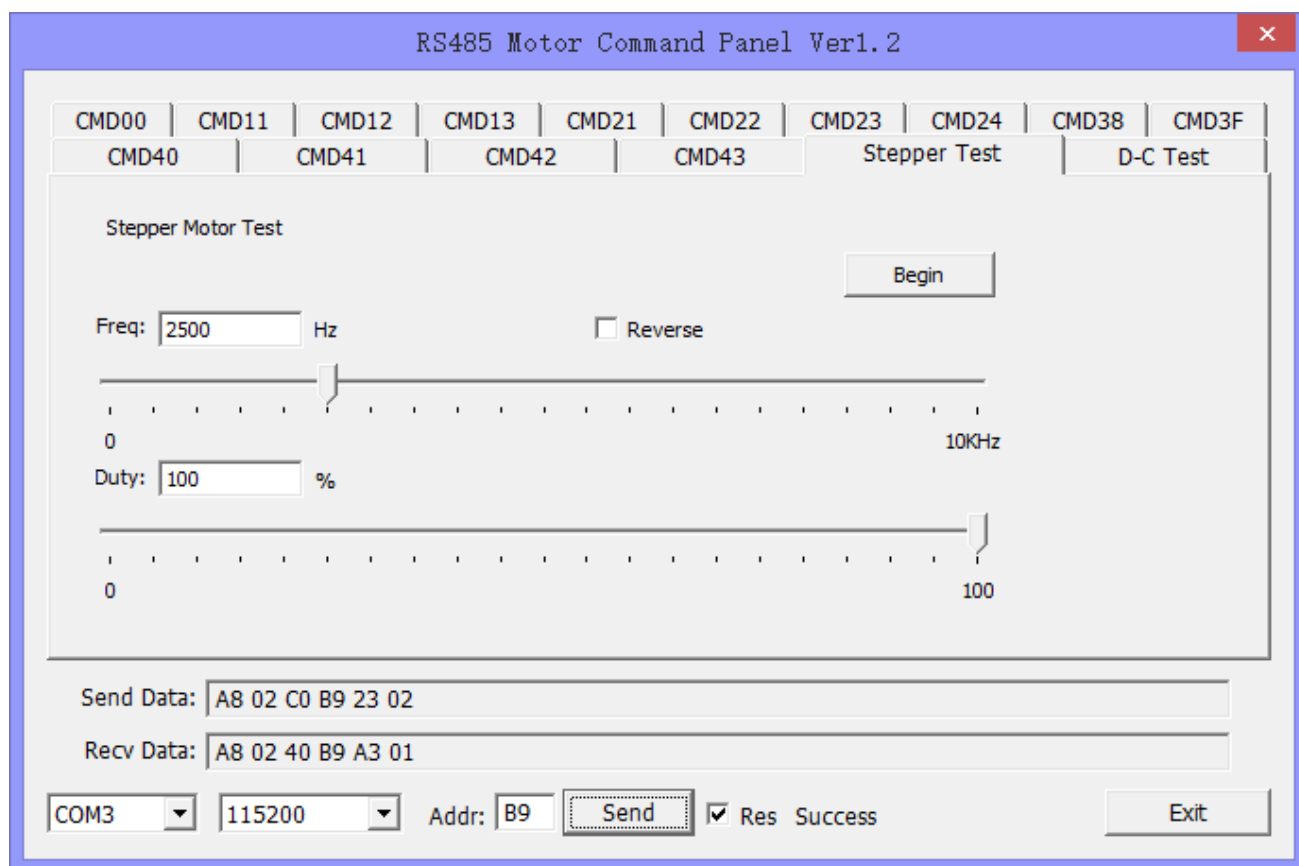

图 3-7
7. 如果要对步进电机进行测试，请按如下图 3-7 所示进行，先点击 **Begin** 按钮，然后拖动滑块观察电机运行情况（测试开始前请连接好电机电源及电机控制线）。如要结束测试，直接点击 **End** 按钮。可通过该测试找到步进电机的步进频率范围。